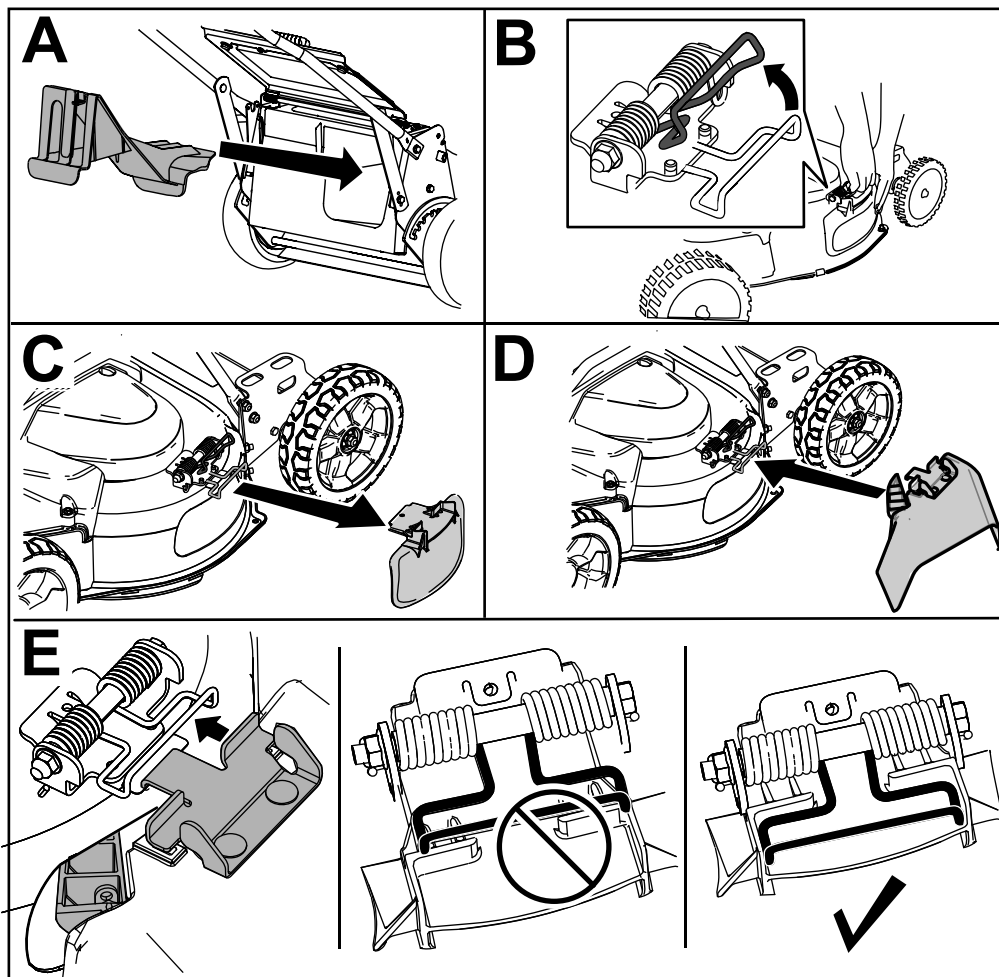

Figura 22
3. Introduzca el tapón de descarga trasero (Figura 22, A).
4. Retire el deflector de descarga lateral al tirar hacia arriba del muelle que sujeta el deflector en su sitio y retire el deflector (Figura 22, B y C).
5. Para instalar el conducto de descarga lateral, tire hacia arriba del muelle, coloque el conducto sobre la abertura y baje el muelle sobre las pestañas de la parte superior del conducto de descarga (Figura 22, D y E).